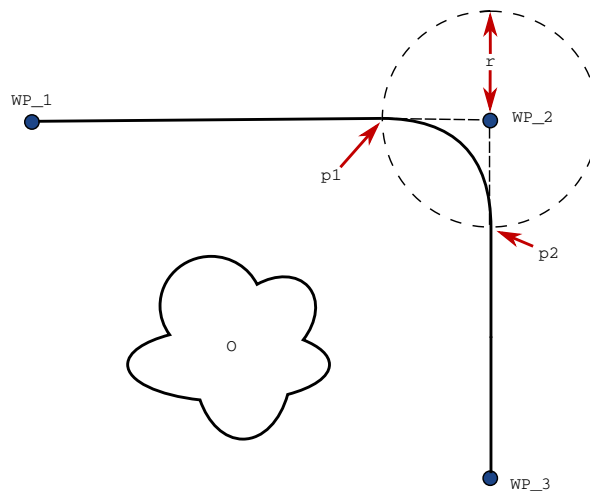

Figura 15.3: Transizione lungo WP\_2 con raggio  $r$ , posizione di transizione iniziale in  $p1$  e finale in  $p2$ .  $o$  è un ostacolo.
**Parametri di transizione** Oltre ai punti percorso, diversi parametri influenzeranno la traiettoria di transizione (vedi figura 15.3):